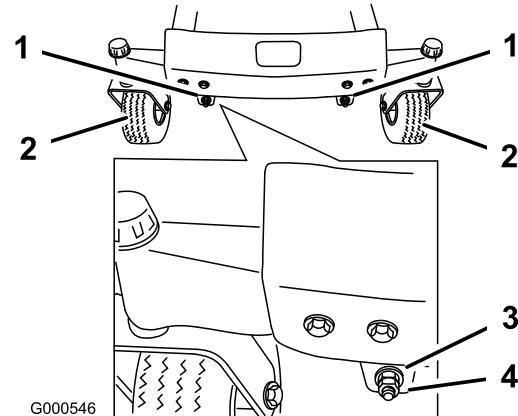
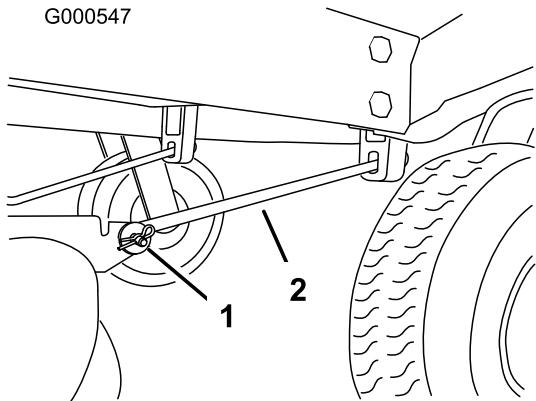

Figura 56
Figura 57
11. Per regolare l'inclinazione longitudinale della lama, togliete i dadi di bloccaggio e fate girare i dadi di regolazione sul frontale del tosaerba (Figura 56).
13. Dopo avere regolato in modo uniforme entrambi i dadi di regolazione, controllate nuovamente l'inclinazione longitudinale. Continuate la regolazione dei dadi finché la punta della lama anteriore non è più bassa di 1,6–7,9 mm rispetto a quella posteriore (Figura 56).
Nota: Dopo aver messo a punto i dadi di regolazione, verificate che le aste di supporto non siano allentate (Figura 57). All'occorrenza, serrate una delle aste per tenderle (Figura 56).
4. Togliete la coppia a forcina e il perno con testa dall'asta di supporto anteriore (Figura 57) da ciascun lato del tosaerba.
8. Attaccate le aste di supporto alla macchina, utilizzando i perni a testa e le coppiglie a forcina (Figura 57).